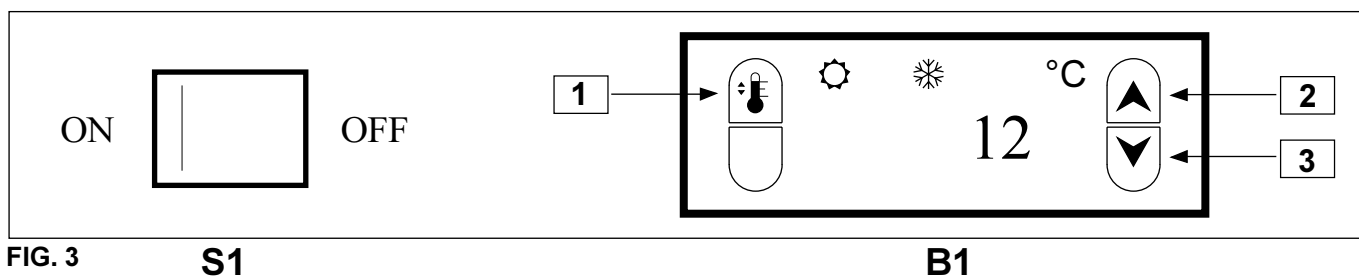

FIG. 3
Branchez la cave à vins et mettez-la en marche à l'aide de l'interrupteur S1 (voir fig. 3).
(voir fig. 3)
1. Appuyez sur le bouton [1] (voir fig. 3). Le message L1 apparaît et la température préréglée s'affiche peu après.